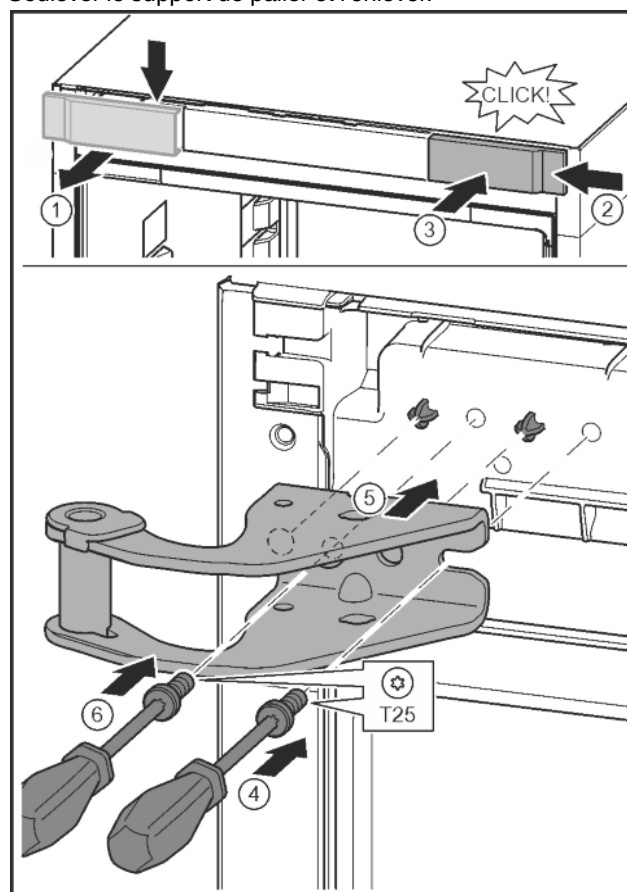

Fig. 12
- Libérer le cache et le retirer latéralement. *Fig. 12 (1)*
- Accrocher le cache tourné de 180° de l'autre côté à droite. *Fig. 12 (2)*
- Enfoncer le cache. *Fig. 12 (3)*
- Mettre en place la vis avec un tournevis T25. *Fig. 12 (4)*
- Mettre en place le support de palier supérieur. *Fig. 12 (5)*
- Serrer la vis. *Fig. 12 (4)*
- Mettre en place la vis avec un tournevis T25 et la serrer. *Fig. 12 (6)*